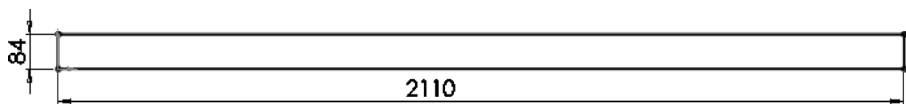

图 6-46 创建“基体/法兰薄片”操作
STEP 1 新建一零件类型的文件，首先在“前视基准面”中绘制一如图 6-46 所示的草绘图形，然后单击“钣金”工具栏中的“基体/法兰薄片”按钮，选择此草图创建厚度为 2mm 的钣金特征。